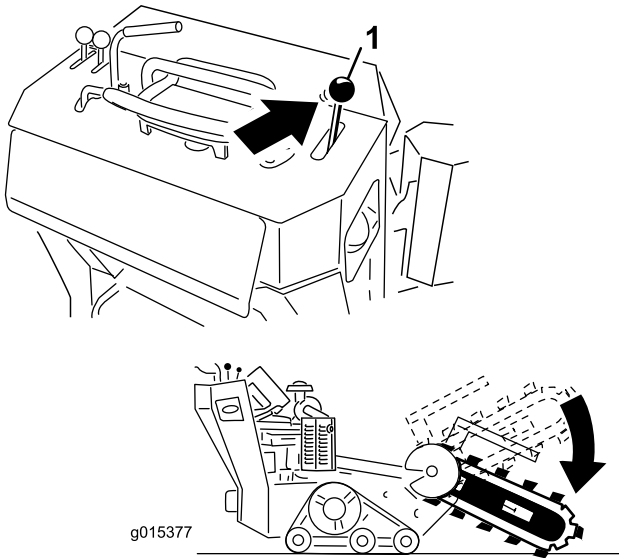

Figure 21
2. Abaissez la flèche (Figure 21).